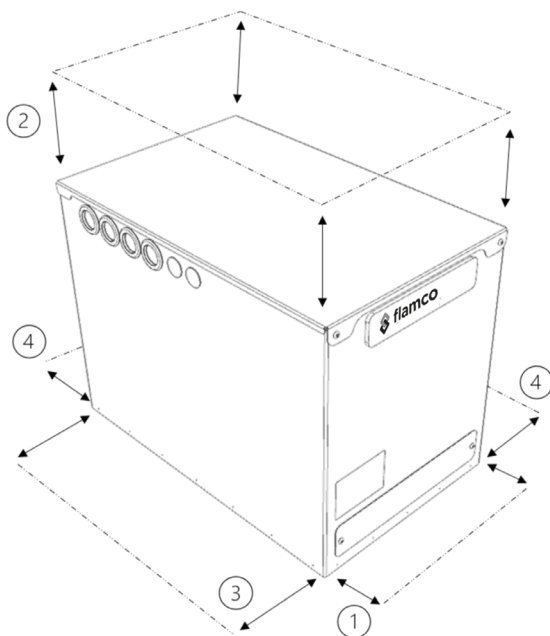

Figure 4 - Exigences spatiales des batteries de chauffage Flextherm Eco G2 E
- Évaluez l'emplacement où la batterie thermique sera installée, en fonction des exigences en matière d'espace et de dégagement de la batterie thermique (figure 4, tableau 5).